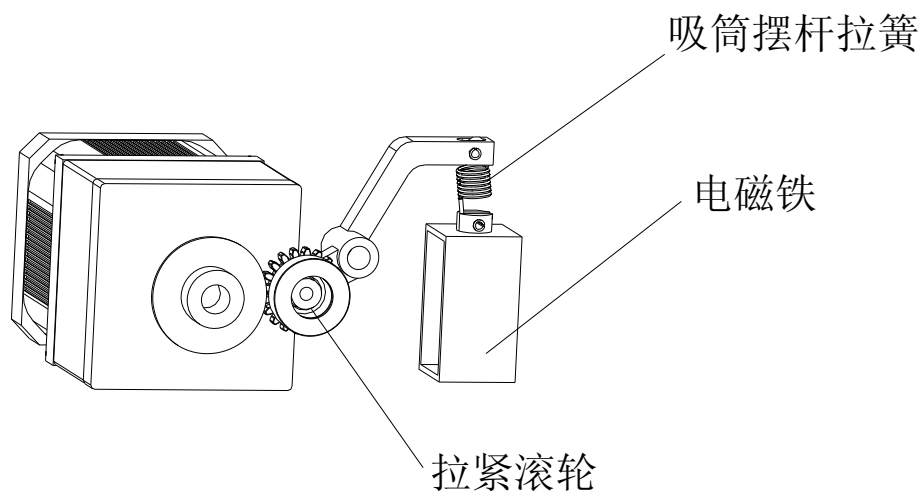

图 5-4
5.3.1.3 捆不紧（见图 5-4）：
- ①. 捆紧力时间调的太小
- ②. 拉紧滚轮磨损太大
- ③. 电磁铁吸入时不顺畅
- ④. 吸筒摆杆拉簧疲劳或断裂